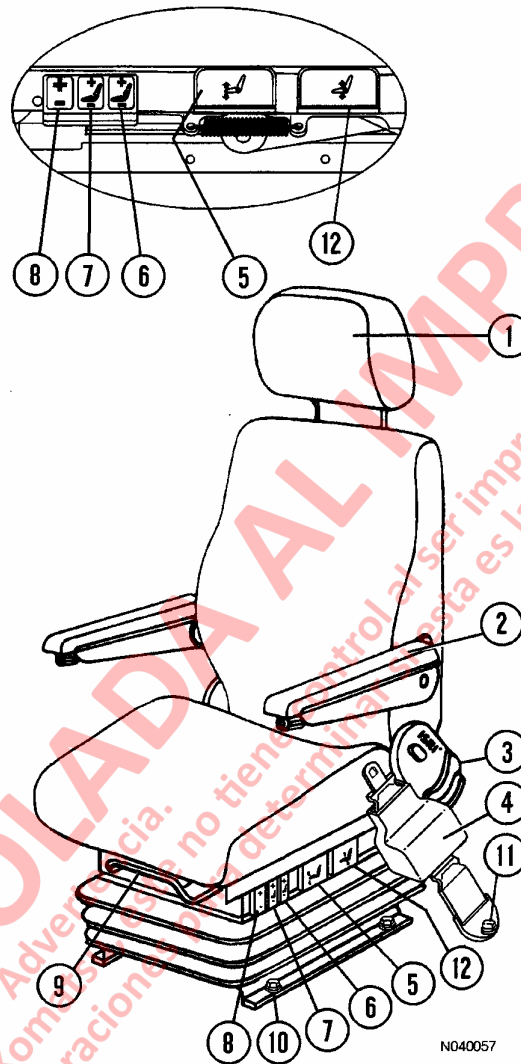

FIGURA 3-5 CONTROLES DE AJUSTE DEL ASIENTO DEL OPERADOR
1. **Apoyacabeza:** Mueva hacia arriba, hacia abajo, hacia delante y hacia atrás moviendo el apoyacabeza (1, Figura 3-5) a la posición deseada.
3. **Respaldo:** Levante la manilla (3) para liberar y seleccione el ángulo del respaldo; libere la manilla de control para fijar.
4. **Cinturón de Seguridad:** El operador debe tener siempre puesto el cinturón de seguridad (4), correctamente ajustado cada vez que el vehículo esté en movimiento.
5. **Inclinación del Asiento:** Levante la palanca (5) y sostenga para ajustar la inclinación del asiento. Libere la palanca para bloquear el ajuste.
- 6 y 7. **Soporte de Aire Lumbar:** Cada interruptor oscilante (6 ó 7) controla un cojín de aire. El interruptor (7) controla el cojín de aire inferior y el interruptor (6) controla el cojín de aire superior. Para inflar, presione la parte superior del interruptor oscilante y mantenga hasta obtener el soporte deseado, luego libere. Para desinflar, presione la parte inferior del interruptor oscilante y mantenga hasta obtener el soporte deseado, luego libere. Ajuste cada cojín al soporte deseado.
8. **Suspensión del Asiento:** Mueva el interruptor oscilante (8) hacia arriba para aumentar la rigidez y hacia abajo para disminuir la rigidez.
9. **Ajuste horizontal:** Levante la palanca de control (9) y sostenga. Doble las rodillas para mover el asiento a una posición cómoda; libere la palanca de control para bloquear el ajuste.
10. **Altura del Asiento:** Levante la palanca (12) y sostenga para ajustar la altura del asiento. Libere la palanca para bloquear el ajuste.
1. Retire los pernos (10, Figura 3-5) y los accesorios que aseguran la base del asiento al elevador. Saque los pernos (11) que aseguran la correa al piso.
1. Monte el conjunto del asiento en el elevador del asiento. Monte los pernos (10, Figura 3-5), las golillas de seguridad, las golillas planas y las tuercas. Apriete los pernos con torque estándar.
2. Asegure las bandas al piso con pernos (11), golillas planas y golillas de seguridad. Apriete los pernos con torque estándar.